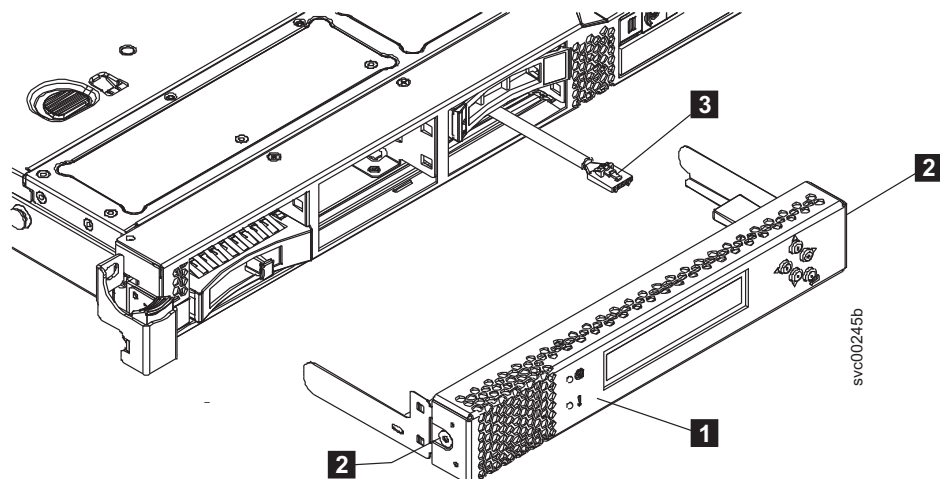

図 99. SAN ポリウム・コントローラー 2145-CG8 または 2145-CF8 サービス・コントローラー
8. サービス・コントローラー FRU を取り替える場合は、サービス・コントローラーから USB ケーブル (132 ページの図 99 の **3**) を切り離します。